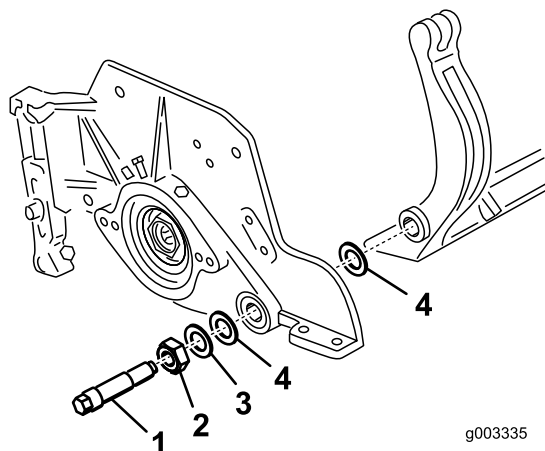
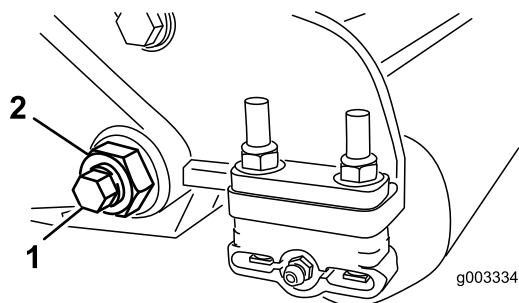

図 36
図 35
- ベッドバーボルト図 35を固定しているロックナット機体両側をゆるめる。
- 各ベッドバーボルトを抜いて、ベッドバーを下に引き抜いて外す図 35。ベッドバーの両端にナイロンワッシャとスチールワッシャが枚ずつあるので注意する図 36。
注 ナイロンワッシャはサイドプレートの両側のボスに嵌め込む。その外側からスチール製ワッシャを取り付ける図 36。